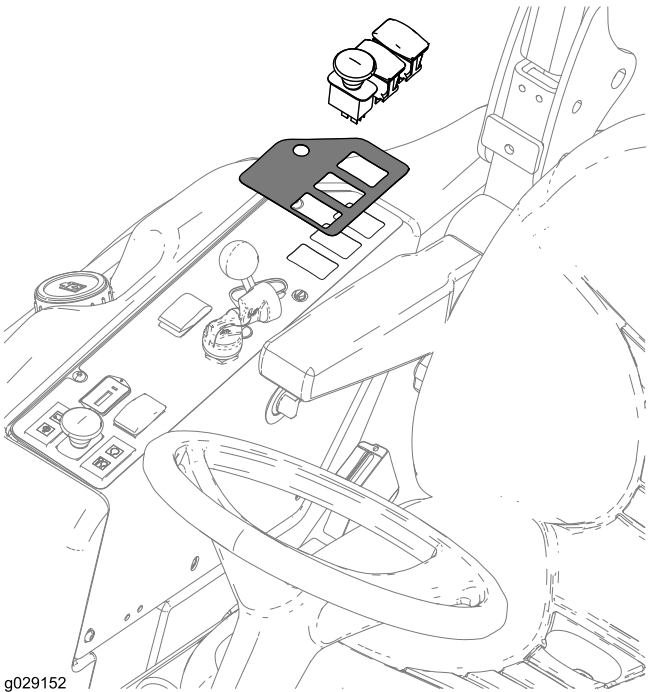

Figura 20
- En la parte inferior del panel de control, ubique y retire las 3 pestañas en las que se instalarán los interruptores (Figura 20).
- Haga los mismos cortes en la pegatina del panel de control (Figura 20).
- Instale la pegatina y los interruptores como se muestra en Figura 20.